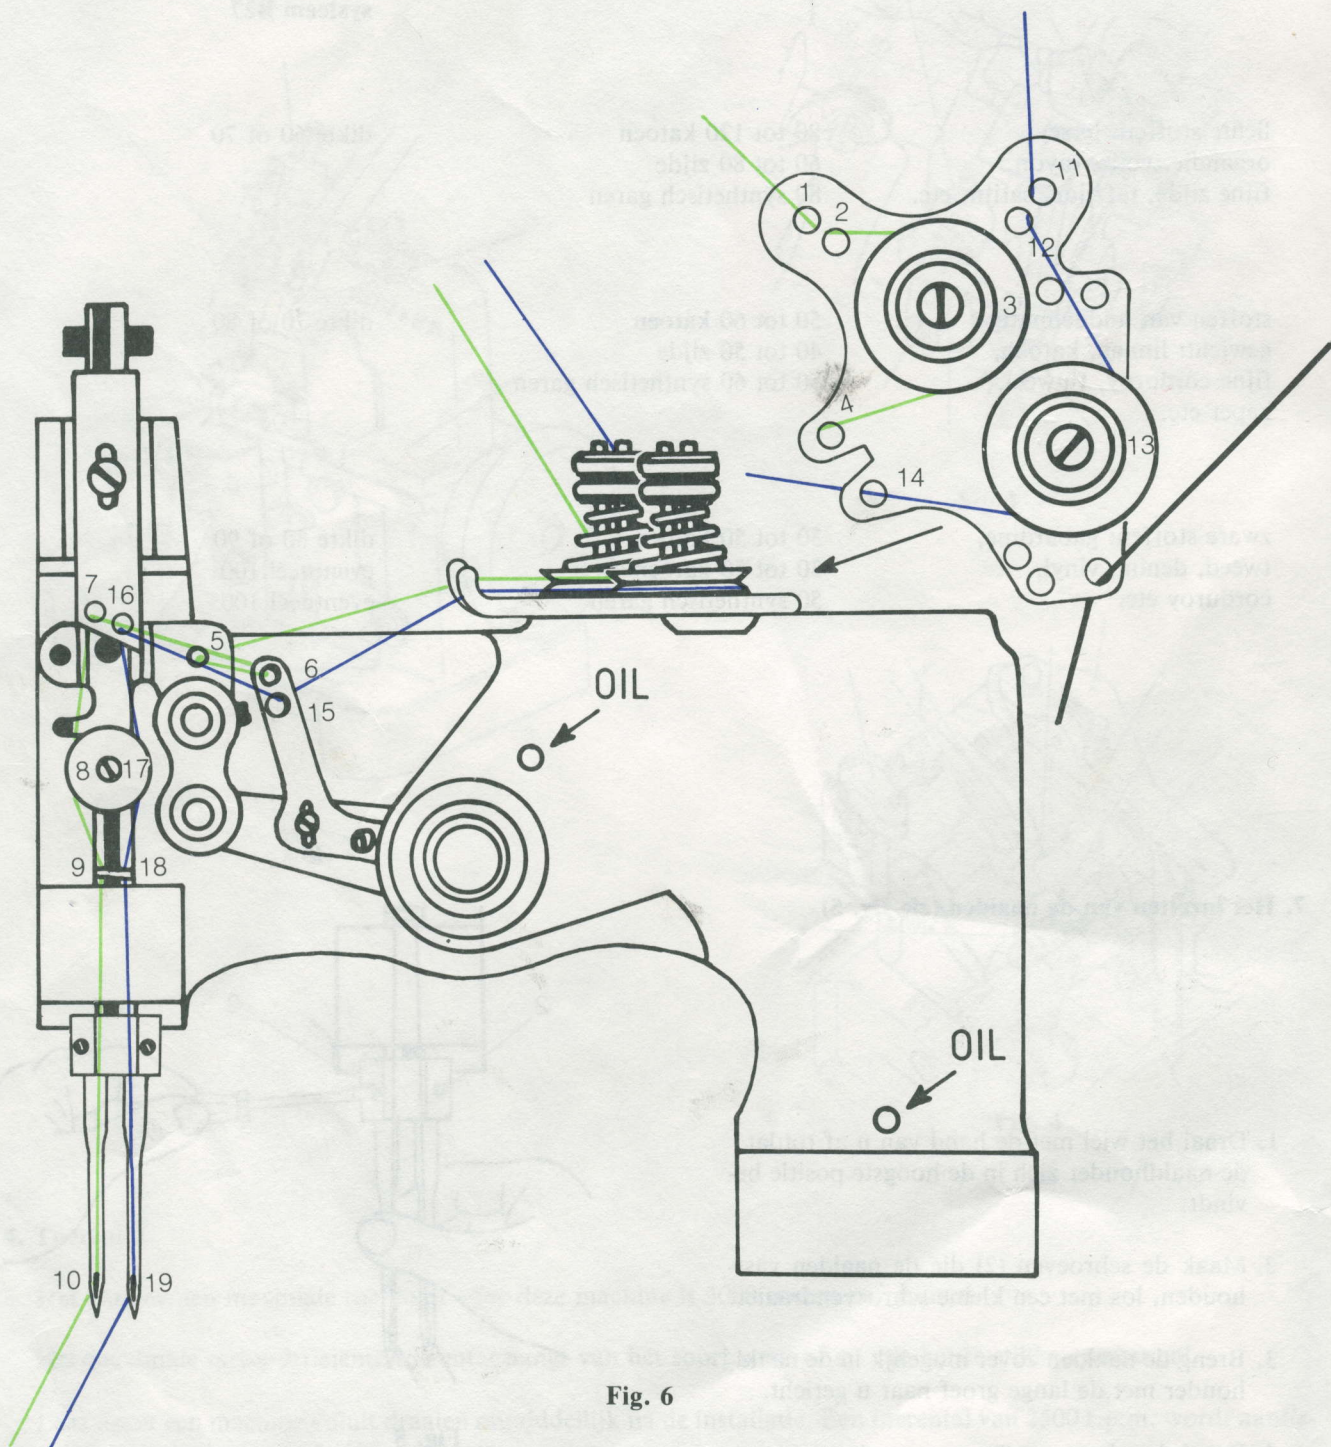

Fig. 6
8. Het inbrengen van de draden door de naalden (zie fig. 6)
- A. Leidt de 'groene' draad van de afwinder door het achterste gat (1) in de spanningsbeugel van onder naar boven door het gat (2) van rechts naar links tussen de spanningschijfjes (3) door het gat (4), van achter naar voor door het gat (5), van voor naar achter door het gat (6), van voor naar achter door het gat (7), aan de linkerzijde tussen de houdschijfjes (8) naar beneden langs de geleider (9) en van voor naar achter door de linkernaald (10).
- B. Leidt de 'blauwe' draad van de afwinder door het achterste gat (11) in de spanningsbeugel van onder naar boven, door het gat (12) van rechts naar links tussen de spanningschijfjes (13) door het gat (14), van achter naar voor door het gat (15), van voor naar achter door het gat (16), aan de rechterzijde tussen de houdschijfjes (17) naar beneden langs de geleider (18) en van voor naar achter door de rechternaald (19).